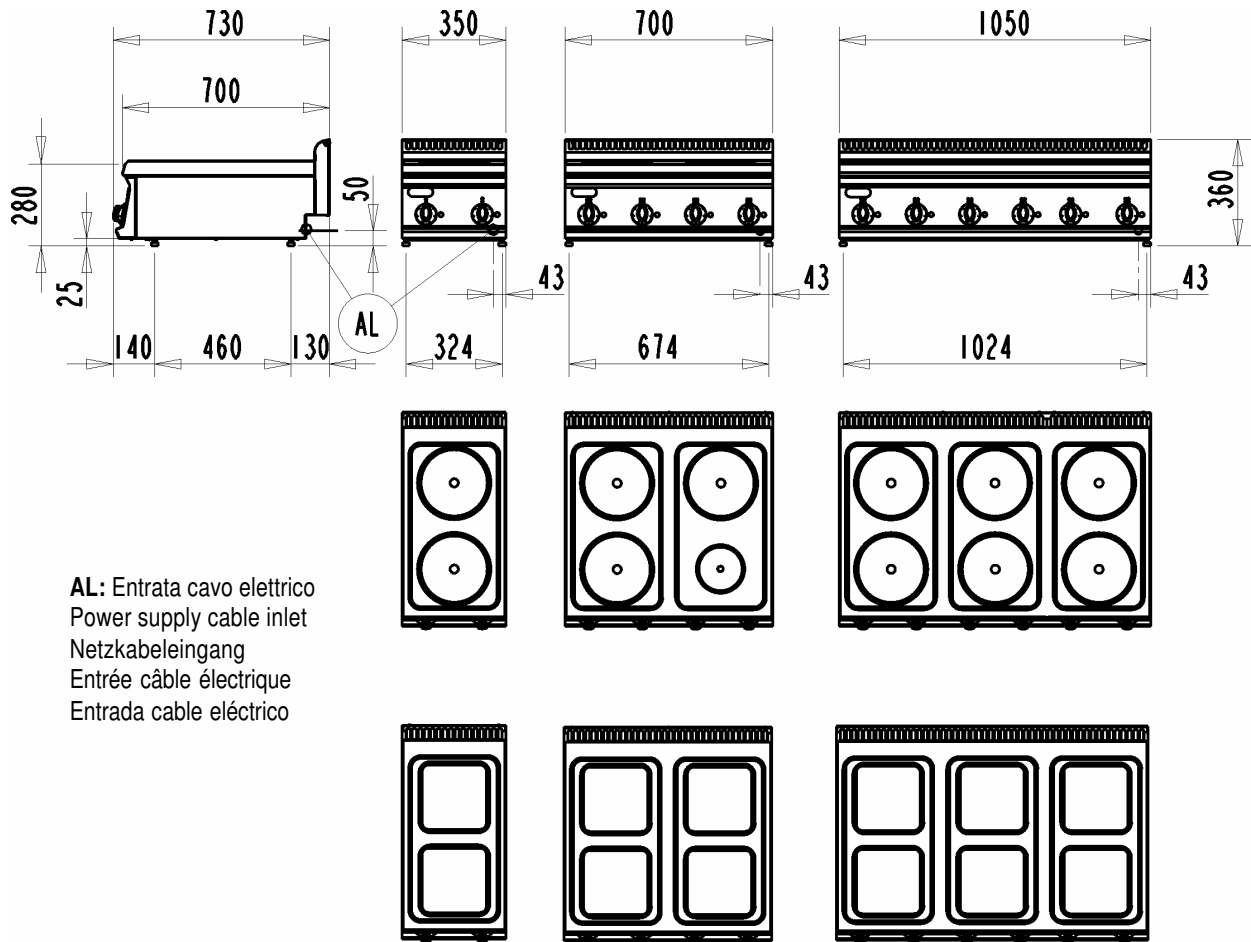
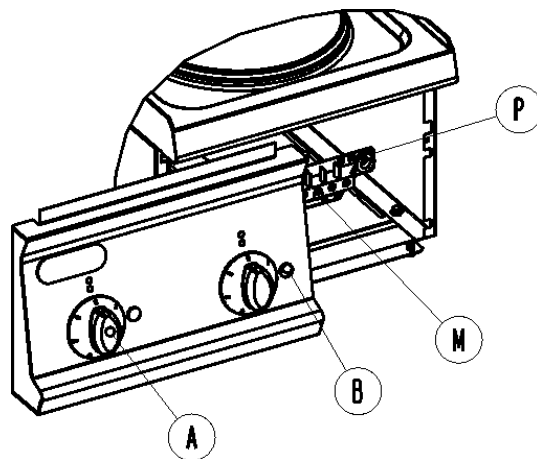

Fig.1
Fig.2
Um an das Klemmenbrett "M" (Abb. 2) zu gelangen, ist die Bedienblende durch Ausschrauben der am unteren Teil der Blende selbst befindlichen Befestigungsschrauben zu entfernen.
Das Kabel unbedingt durch die Lippsklammer "P" (Abb. 2) neben der Klemmleiste führen und außerdem immer dem Boden entlang führen, indem es mit der Kabelklemme "AL" (Abb. 1) fixiert wird.
- Den Drehschalter "A" (Abb. 2) drehen, bis die gewünschte Position mit der Markierung an der Bedienblende übereinstimmt; die Kontrollleuchte "B" (Abb. 2) schaltet sich ein.